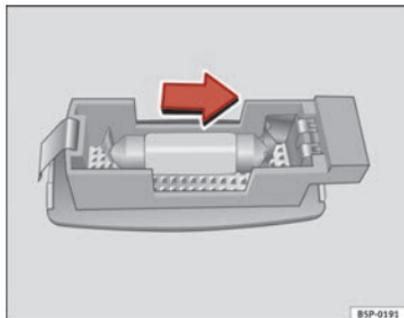

Abb. 213 Ausbau der Leuchte in der Sonnenblende
- Hebeln Sie das Lampenglas mit einem Schraubendreher vorsichtig an der Vertiefung heraus, wie dies im Bild gezeigt wird ⇒ Abb. 213.
- Nehmen Sie die Glühlampe in Pfeilrichtung heraus ⇒ Abb. 213. ■